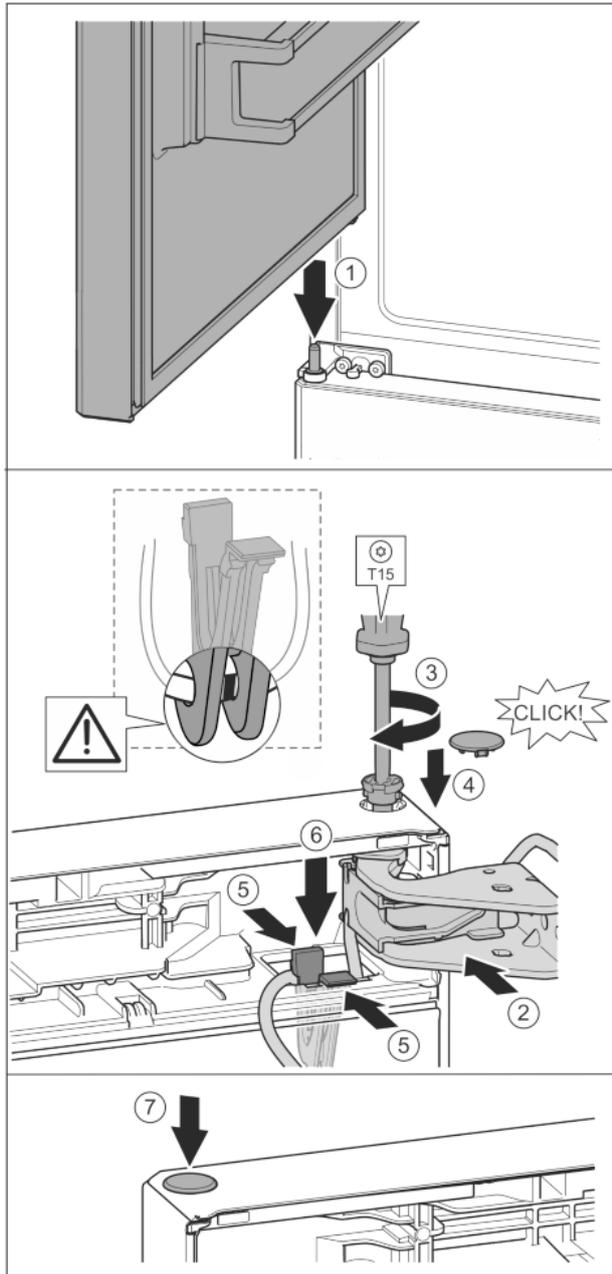

Fig. 39
- ▶ Mettere la porta superiore sul perno di supporto centrale. *Fig. 39 (1)*
- ▶ Allineare la porta in alto all'apertura nel blocco di supporto. *Fig. 39 (2)*
- ▶ Inserire i perni e stringere con il cacciavite T15. *Fig. 39 (3)*
- ▶ Montare la copertura di sicurezza a protezione della porta: inserire la copertura di sicurezza e controllare se appoggia sulla porta. Altrimenti inserire completamente il perno. *Fig. 39 (4)*
- ▶ Inserire nell'apertura il supporto con il relativo cavo fissato. *Fig. 39 (5)*
- ▶ Spingere il supporto verso il basso fino all'innesto in posizione della linguetta. *Fig. 39 (6)*
- ▶ Inserire i tappi. *Fig. 39 (7)*